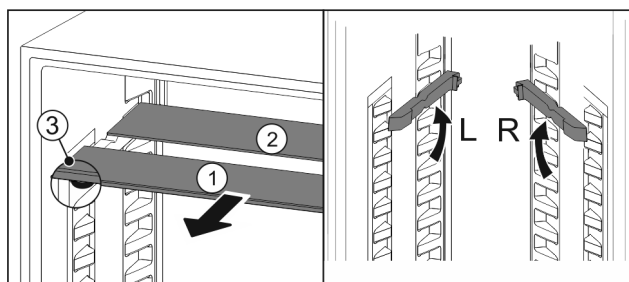

Fig. 105
- ▶ Glasplaten afzonderlijk vanaf de voorkant eruit trekken Fig. 105 (1).
- ▶ Glasplaat Fig. 105 (1) met sierlijst ligt voor.
- ▶ Stops Fig. 105 (3) zijn naar onder gericht.